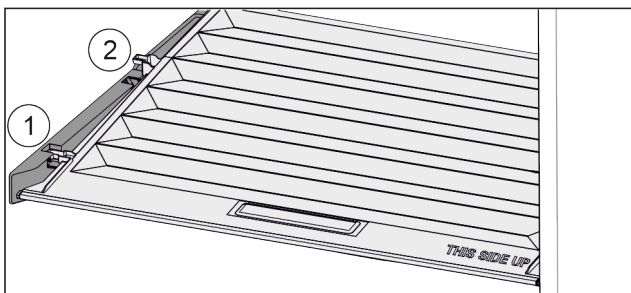

Fig. 54
- ▶ Потянуть крышку до отверстия в поддерживающих деталях вперед Fig. 54 (1).
- ▶ Поднять сзади снизу и извлечь Fig. 54 (2) движением вверх.